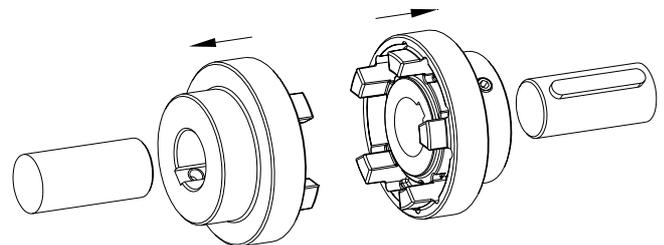

Figura 17: montaje del mangón
- Monte los mangones en el eje motriz y conducido (véase figura 17).